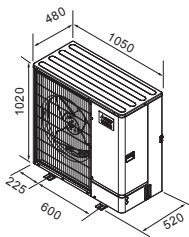

Fig. 2-1
2.2. Εξωτερικές διαστάσεις (Εξωτερική μονάδα) (Fig. 2-1)